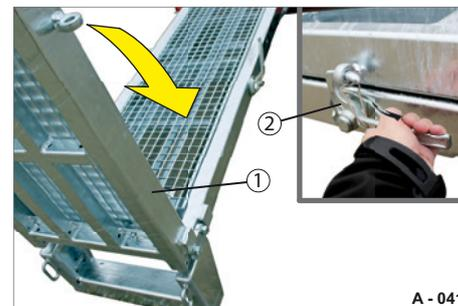

Abb. 43 Auffahrrampe, zweiteilig anheben
- ▶ Öffnen Sie ggf. den Drehhebel-Verschluss (Abb. 43/2).
- ▶ Klappen Sie den oberen Teil (Abb. 43/1) der Auffahrrampe ein.
- ▶ Schließen Sie den Drehhebel-Verschluss (Abb. 43/2).